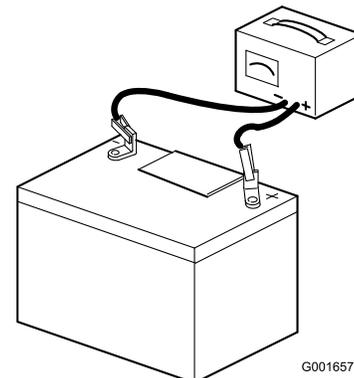

図 6
7. 充電器に接続し、充電電流を 3~4 A にセットする（図 6）。3~4 A で 4~8 時間充電する。